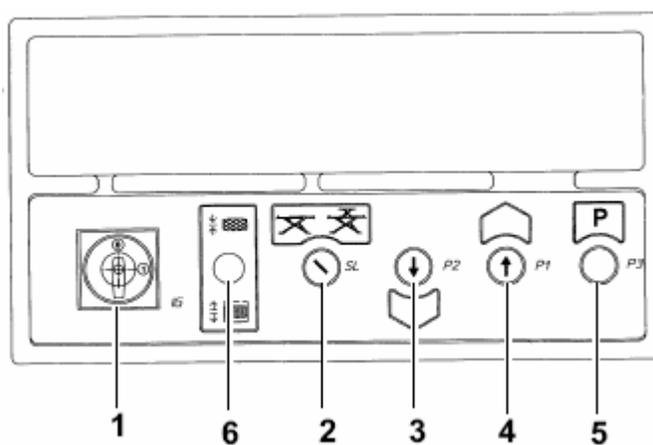

Рис. 38
Up («Вверх») – (см. Рис. 38) Поверните главный выключатель (1) в положение 1. Переключатель (2): положение 0, подъем основного подъемника